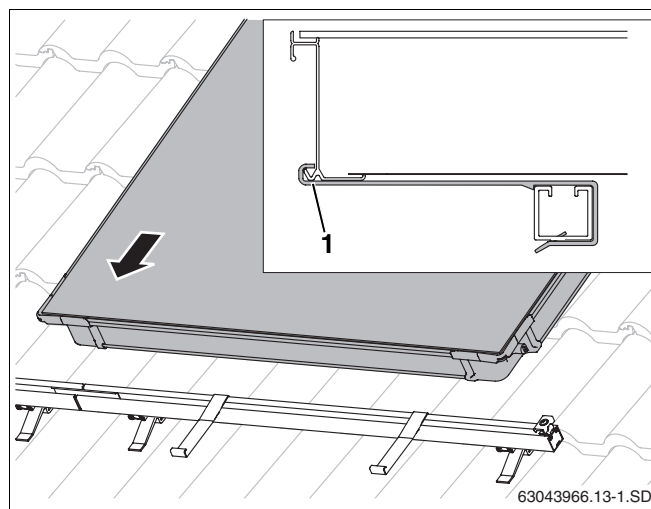

Fig. 41 Colocar el primer colector sobre los perfiles guía
- ▶ Coloque el primer colector sobre los perfiles guía y déjelo deslizar hasta los seguros contra deslizamiento (fig. 41).
El borde inferior del colector debe descansar sobre la abertura del seguro contra deslizamiento (fig. 41, **pos. 1**).